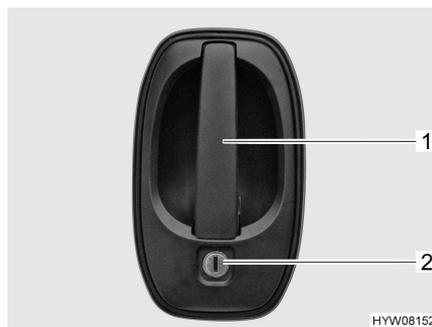

Bild 15 Türschloss (Fahrertür, Eingangstür, außen)
- Schlüssel in Schließzylinder (Bild 15,2) stecken und drehen, bis das Türschloss entriegelt ist.
- Am Türgriff (Bild 15,1) ziehen. Die Tür ist geöffnet.
- Schlüssel in Schließzylinder (Bild 15,2) stecken und drehen, bis das Türschloss verriegelt ist.